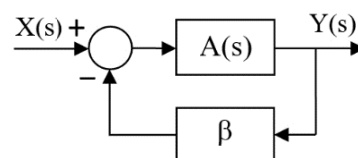

figura 3
- Determinare la funzione di trasferimento dello schema di *figura 3* considerando il blocco β di tipo proporzionale puro. Calcolare quindi il margine di fase ottenuto con un fattore di retroazione unitario ed il valore da assegnare al blocco β per ottenere un margine di fase di 45° .